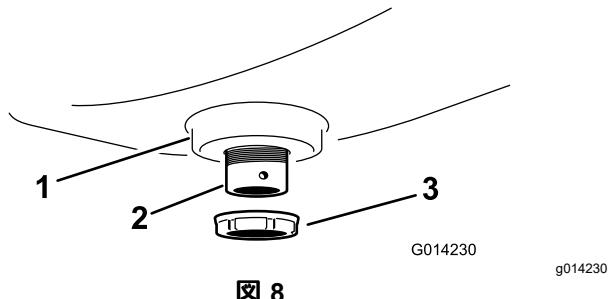

図8
- プラスチック製のフランジナットを使ってバルクヘッドフィッティングをタンクに固定する図8。